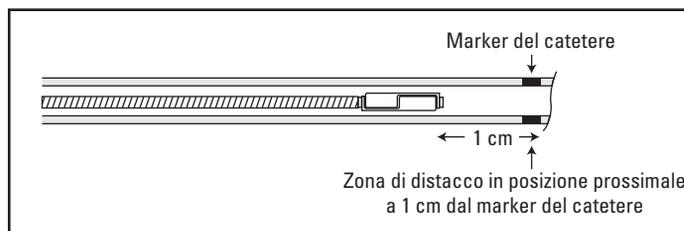

Figura 7. Avanzamento del sistema per occlusione a fibre IDC Interlock - 35 fino alla posizione di prerilascio
12. Manovrare il sistema per occlusione a fibre IDC Interlock - 35 in fluoroscopia, fino a quando la zona di distacco della spirale si trova a circa 1 cm in posizione prossimale rispetto alla punta del catetere (Figura 7).